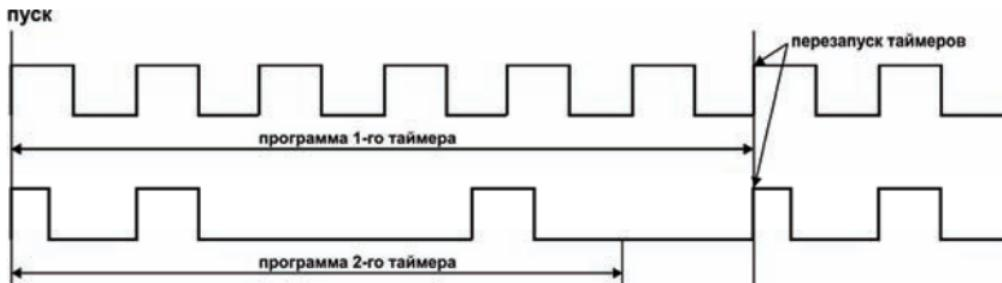

Рисунок 16
3.1.6.3 При «*рЕ5т*»=2 оба таймера перезапускятся после окончания выполнения программы первого таймера (рисунок 16).